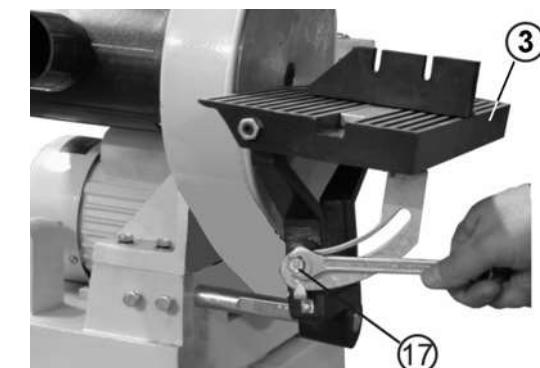

Рис.7
- 9.1.1. Ослабьте болт (17) скобы со шкалой и установите рабочий стол (3) на нужный угол от 0° до 45°, Рис.7.